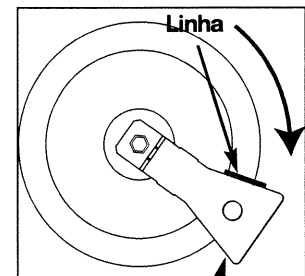

Fig. 4
- ⇒ Faça girar a chave no sentido dos ponteiros do relógio até a linha voltar a aparecer do outro lado (fig. 4).